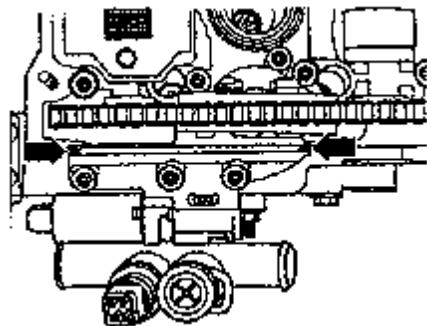

图 4-68 密封传动链张紧装置/气缸盖
(4) 如图 4-68 所示,用小螺丝刀在液压传动链张紧装置与气缸盖之间密封同的两缘仔细涂上一层薄薄的 D454 300 02 密封剂。